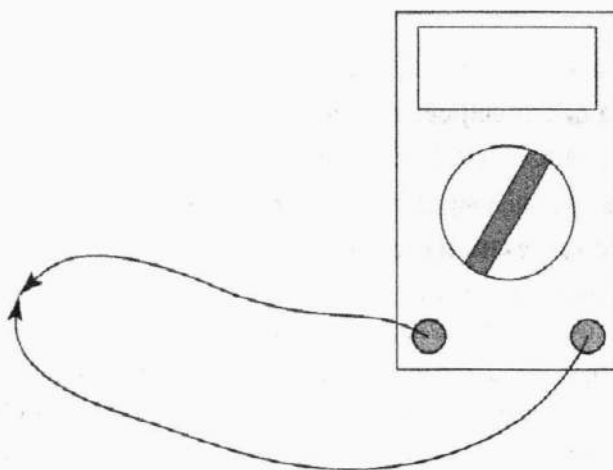

Рис. 9.8. Для того чтобы проверить исправность выводов мультиметра и, возможно, откалибровать тестер, достаточно замкнуть между собой его выводы
2. **Установите оба вывода в соответствующие гнезда на мультиметре и соедините между собой щупы, как показано на рис. 9.8.**